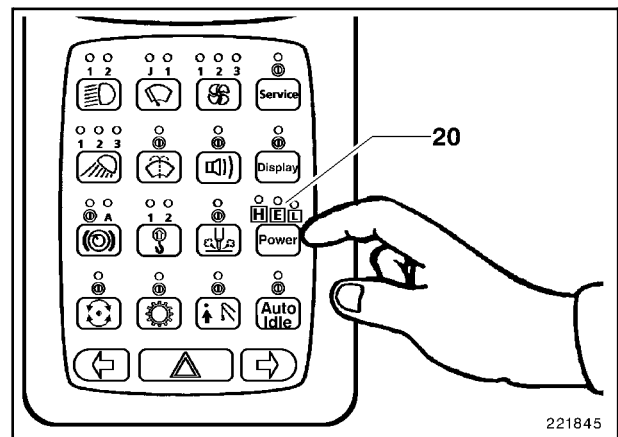

Fig. 6
- Elegir el escalón de potencia con la tecla (20, Fig. 6):